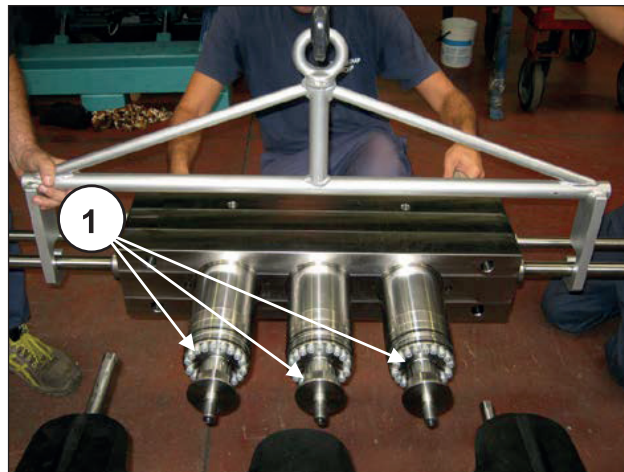
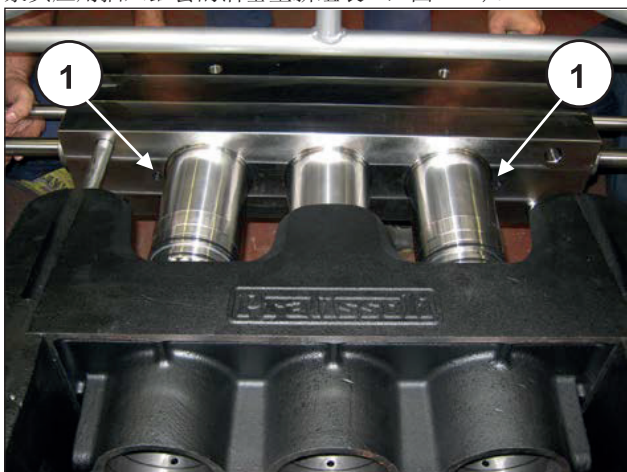

图 185
图 184
重新组装各零部件时，按先前列出的操作的反顺序进行，将泵头插入固定在泵壳时的泵头定距块上时须特别小心，注意不要让安装在泵头支撑平面上的O形圈掉落（①，图 184）。泵头应用插入缸套的活塞重新组装①，图 185）。